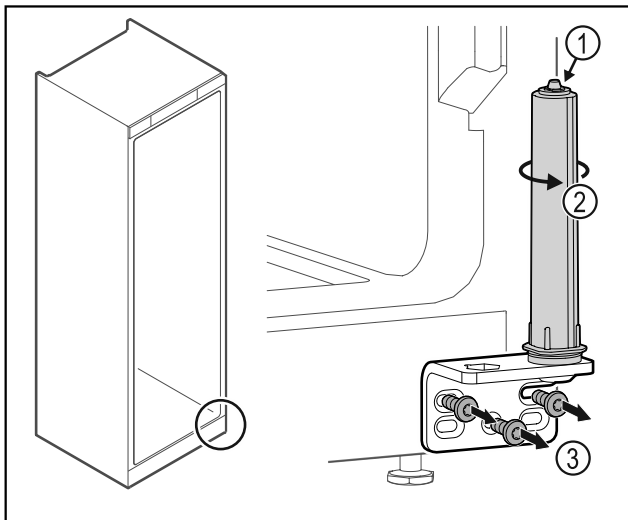

Fig. 26
- ▶ Türschließsystem Fig. 26 (1) nicht zerlegen.
- ▶ Schließsystem Fig. 26 (2) drehen, bis es klickt.
- ▶ Scharnierwinkel Fig. 26 (3) abschrauben.